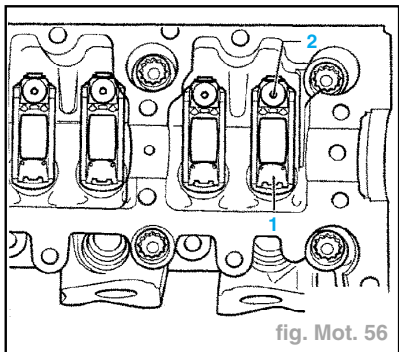

fig. Mot. 56
- Veiller à ce que tous les culbuteurs à galet soient correctement positionnés sur les extrémités des tiges de soupapes (1) et clipsés sur leur élément d'appui respectif (2) fig. Mot. 56).